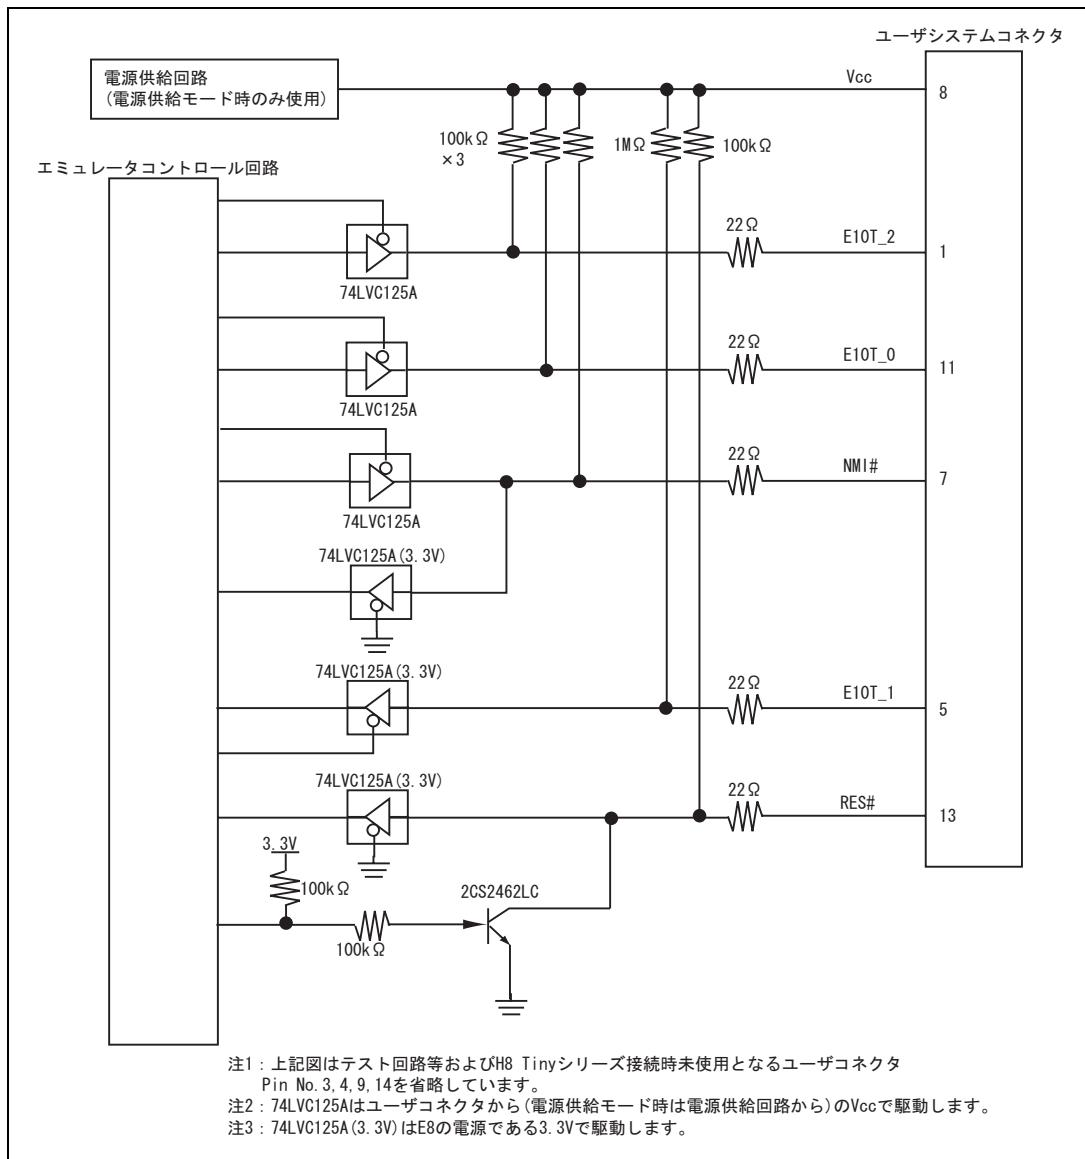
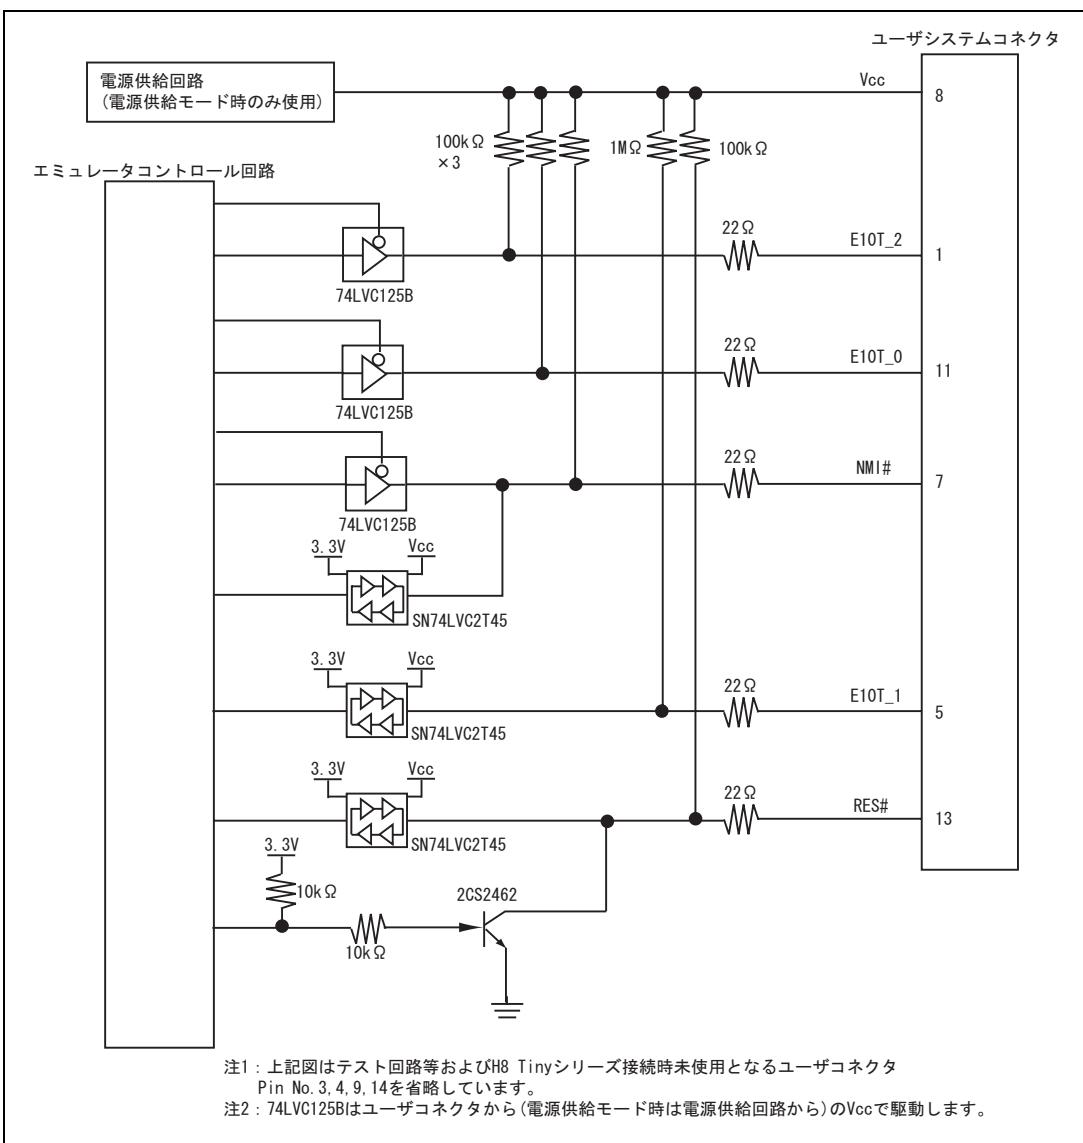

図 4.5 E8 エミュレータ内インターフェース回路 (参考)
図 4.6 E8a エミュレータ内インタフェース回路（参考）
6. 図4.5にE8エミュレータ内インターフェース回路を示します。図4.6にE8aエミュレータ内インターフェース回路を示します。プルアップ抵抗の値などを決定するときに参考にしてください。